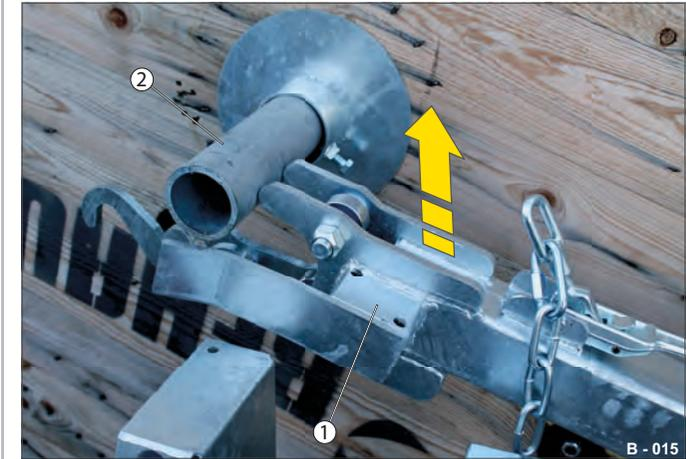

Fig. 12 Mise en place du touret sur le châssis porte-touret
- ▶ Soulevez ou abaissez le châssis porte-touret (Fig. 12 /1) de façon à ce que l'axe de transport (Fig. 12 /2) s'emboîte dans les pattes d'engagement.